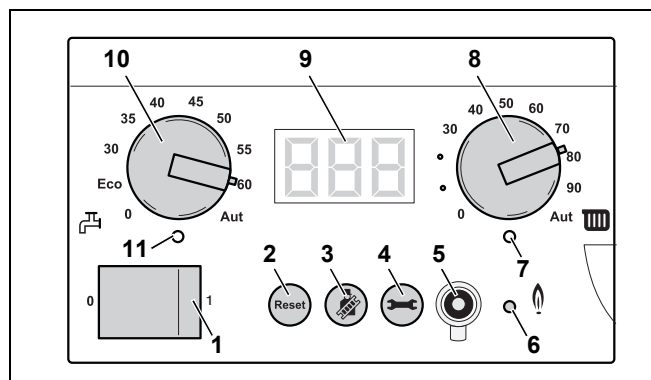

Fig. 92 Controler de bază BC10
- Specificați cu butonul rotativ "Apă caldă-valoare nominală" (fig. 92, poz. 10) temperatura dorită a apei calde în rezervorul de apă caldă (vezi tab. 16).